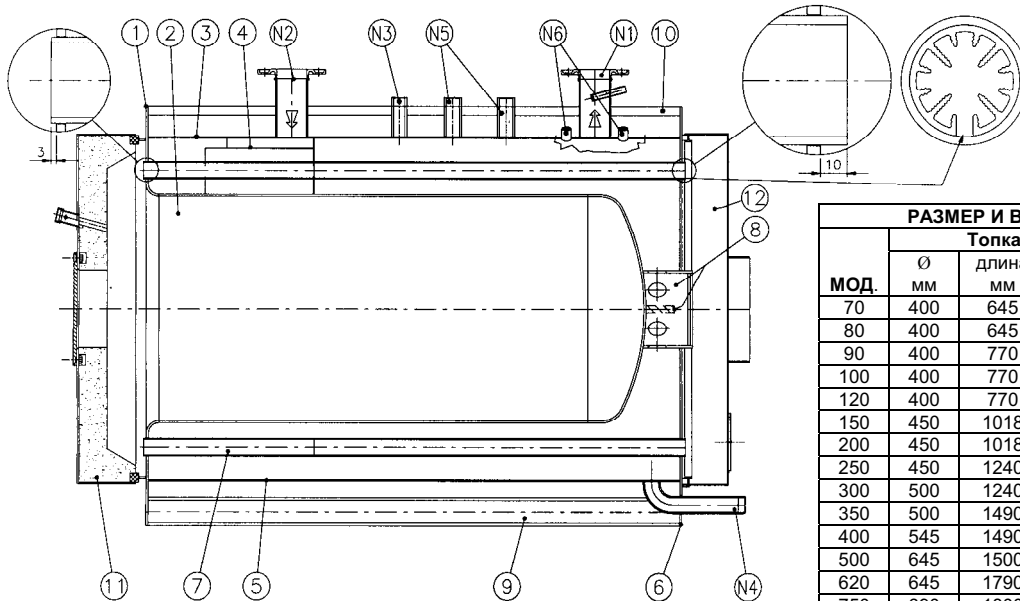

Рис. 7
- u) Разместить переднюю пластину (1) котла на полу петлями вниз в строго горизонтальном положении (отметить среднюю линию сторон плиты, чтобы правильно расположить топку и обечайку).
- v) Разместить топку (2) на внутреннем крае передней пластины (1), чтобы продольный сварочный шов топки располагался в нижней части котла. **Проверить, чтобы соединение пластины с топкой было точно перпендикулярным.**
- w) Приварить топку (2) к передней пластине (1) по внешней окружности.
- x) Разместить часть верхней обечайки (3) (патрубок обратки, узнаваемый через отсекающий поток (4), приваренный внутри обечайки, должен находиться рядом с передней трубной пластиной). **При размещении необходимо выровнять оси отверстий для фланцевых патрубков, по значку предварительно размеченному на осевой линии плиты.** Для точности центровки проверьте расстояние **A** между краем обечайки и плиты. Перейти к точечной сварке только на осевой линии.
- y) Разместить нижнюю обечайку (5), соблюдая квоту **B**, и произвести точечную сварку только по нижней осевой линии передней пластины (1).
- z) Провести точечную сварку между двумя частями обечайки (3) и (5).
- aa) Разместить заднюю трубную пластину (6), вставив анкерный болт или опорный патрубок (8) топки.
- bb) Приварить заднюю трубную пластину (6) к анкерному болту или опорному патрубку (8), не задевая при этом 4 резьбовые заклепки или винта, при помощи которых фиксируется дымоход.
- cc) Приварить всю обечайку (3) и (5) к передней трубной пластине (1).
- dd) Вставить и приварить дымогарные трубы (7) к задней трубной пластине (6). Котел может находиться в вертикальном положении или, с большей трудностью для сварки, горизонтальном. Выбор положения зависит от размера помещения и наличия средств для подъема котла. **Важно: дымогарные трубы (7) должны выступать примерно на 3 мм со стороны передней трубной пластины (1) и примерно 10 мм со стороны задней трубной пластины (6).**
**NB: Для версии F (с алюминиевым элементом) паз слива конденсата должен находиться в нижней части (см Рис. 7)**
- gg) Приварить продольно обе части обечайки (3) и (5) и выполнить внутреннюю сварку топки (2) к передней трубной пластине (1); для облегчения операции рекомендуется вращать ее на валиках.
- hh) Приварить обе рукоятки на 1/2" (N6) к обечайке (3) после проверки правильности наклона Зумпфов колб, так чтобы они не были закрыты дымогарными трубами; снять Зумпфы в момент сварки. Приварить два фланцевых патрубка (N1) и (N2) для подачи и обратки, проверяя горизонтальность фланцев; приварить рукоятку соединения для приборов (N3) и соединения (N5) если они предусмотрены.
- ii) Приварить дымогарные трубы (7) к передней трубной пластине (1).
- jj) Проверить, чтобы пластины (1) и (6) не имели деформации и приварить лонжероны (9) по линии плиты.
- kk) Приварить трубы квадратного сечения (10) опоры обшивки; если это предусмотрено, приварить также боковые трубы, соблюдая квоту **C**.
- mm) Установить дверцы (11) и дымоход (12).